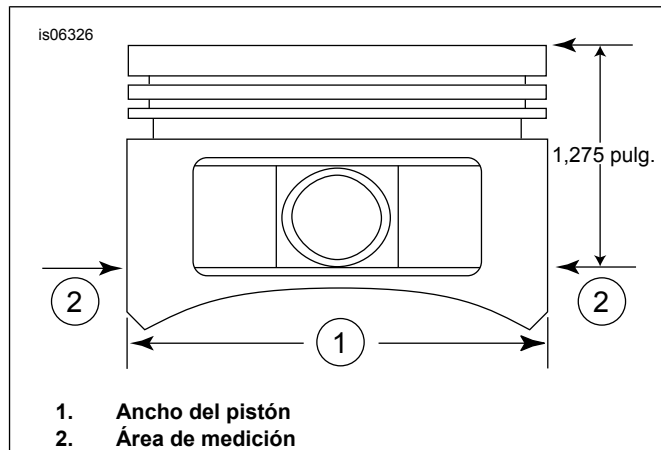

Figura 2. Medidas del pistón
5. Vea Figura 2. Mida el ancho del pistón (1), a 90 grados en sentido horizontal desde ambos lados del agujero del pasador del pistón y a 32,385 mm (1,275 pulg.) hacia abajo desde la superficie superior del pistón (2). Vea Tabla 11 para saber cuál es el ajuste del pistón al cilindro en esta ubicación.